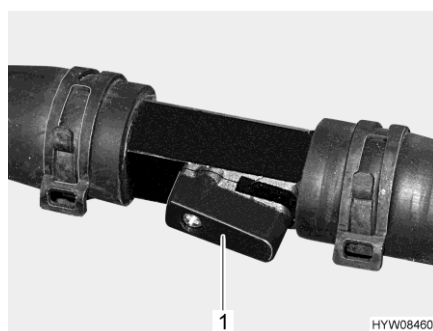

Fig. 163 Rubinetto di chiusura (aperto)
- Posizionare la leva (Fig. 163,1) parallelamente alla tubazione (Fig. 163). Più il rubinetto viene aperto, maggiore è la prestazione del riscaldamento.
- Posizionare la leva (Fig. 163,1) verticalmente rispetto alla tubazione. Il circuito di riscaldamento funziona mediante la tubatura di bypass.